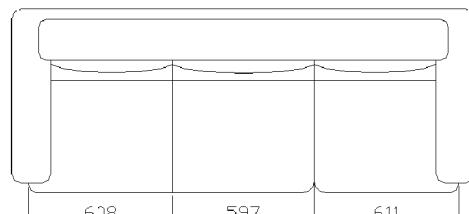

图 3.35 标注连续尺寸
- (1) 选择“标注”→“线性”命令,在绘图区单击鼠标左键指定起始点,确认“正交”按钮 \square 和“对象捕捉”按钮 \square 处于打开状态,标注基本三角形的尺寸。
- (2) 选择“标注”→“连续”命令,在绘图区指定第二个尺寸界线的起始点,然后分别标注其他图形的长度和宽度,如图 3.35 所示。